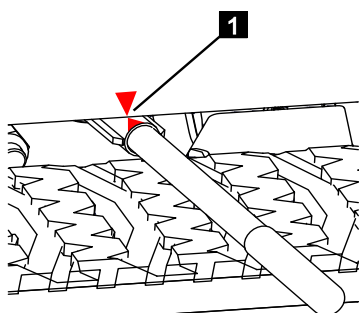

Fig. 88
9. S'assurer que le verrouillage est enclenché correctement. Pour cela, il faut avoir repoussé le levier de la pompe manuelle jusqu'à ce que les deux flèches (Fig.88/1) coïncident.